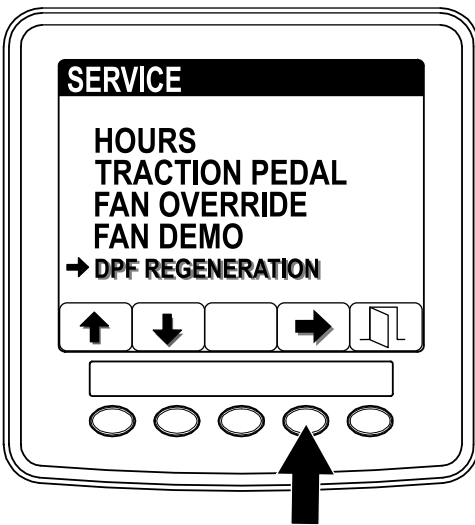

Figura 33
1. Acceda al menú Service (Servicio) y pulse los botones 1 o 2 para desplazarse hacia abajo, hasta la opción DPF REGENERATION (Regeneración de DPF) (Figura 33).
2. Pulse el botón 4 para seleccionar la opción DPF Regeneration (Regeneración de DPF) (Figura 33).